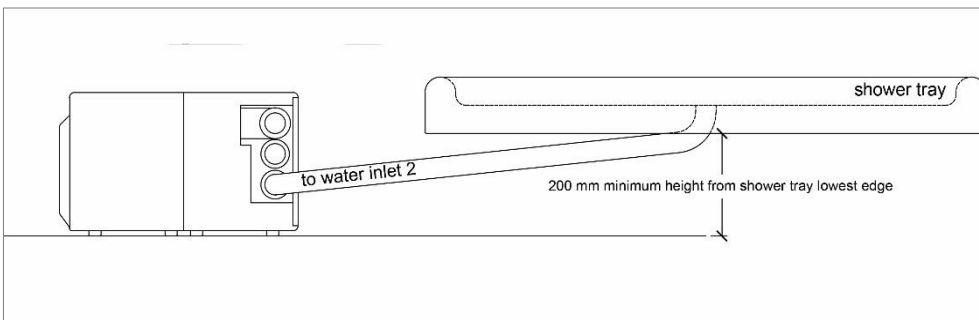

Fig. 6
N.B.: Die Abflüsse von Duschwanne und Badewanne müssen sich in mindestens 20 cm Höhe vom Boden befinden (Abb. 6).
Das Sanisplit hat eine Verbindung für die Belüftung des Sammel tank (Abb. 6).
N.B.: le plateau de douche et la baignoire doivent être installés à une hauteur minimum de 20 cm. à partir du sol (Fig. 6).
Sanisplit est disposé une connexion pour la ventilation du réservoir (Fig. 6)
N.B.: El plato de ducha y la bañera se deben colocar a una altura mínima de 20 cm desde el suelo (Fig. 6). Todos los aparatos sanitarios conectados deben ser capaces de interrumpir el flujo de agua.
Sanisplit se prepara para una conexión para la ventilación del tanque (Fig. 6).